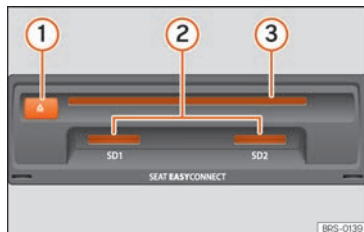

Fig. 198 Logements pour support de données dans la boîte à gants.
- Insérez le CD dans le logement » **fig. 198** ③ jusqu'à ce qu'il soit automatiquement avalé.
Insérez la carte mémoire compatible par sa partie biseautée et en orientant l'étiquette vers le haut (contacts vers le bas) dans le logement » **fig. 198** ② ou » **fig. 173** ⑨ jusqu'à ce qu'elle s'encastre.